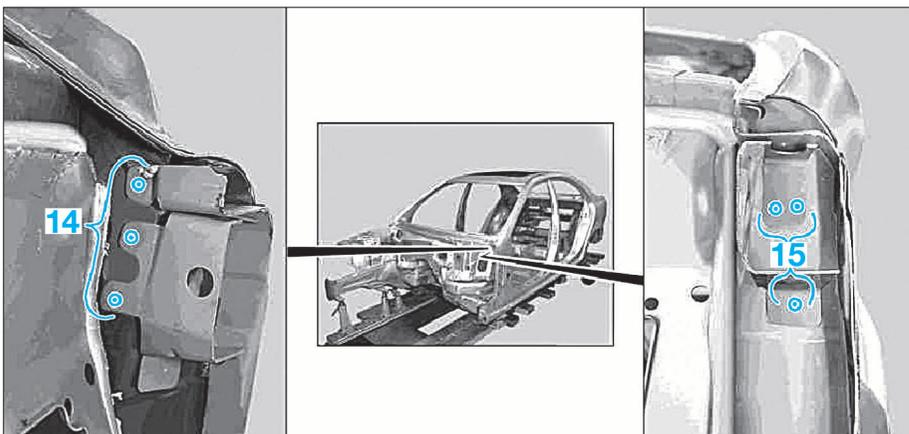

FIG. 18
- Fraiser les points de soudures dans les zones (14) et (15) (Fig.18).